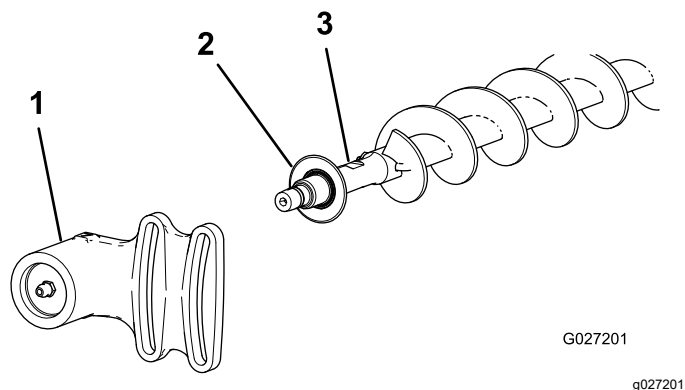
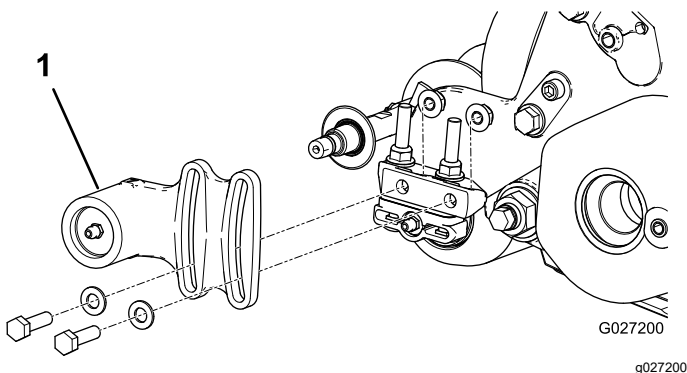

図 20
図 19
1. すでにローラブラシが取り付けられている場合は、駆動側でない方のベアリングハウジングをベアリングハウジング取り付けブラケットに固定しているボルト2本、ワッシャ、ナットを取り外す 図 19 と 図 20。
2. ブラシのシャフトから、非駆動側ベアリングハウジングとエクスクルーダシールを外す 図 20。